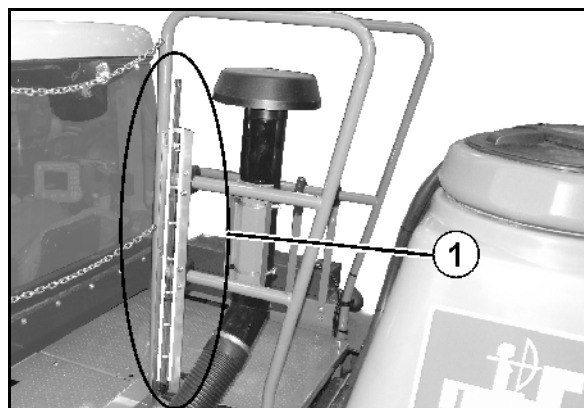

Рис. 74
- Следите за указателем уровня (Рис. 74/1).